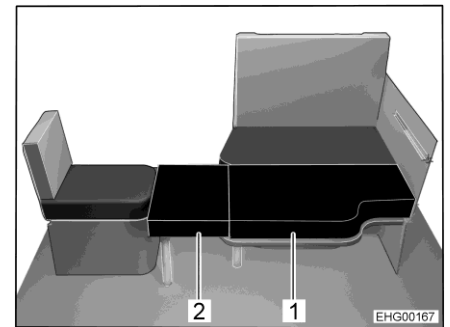
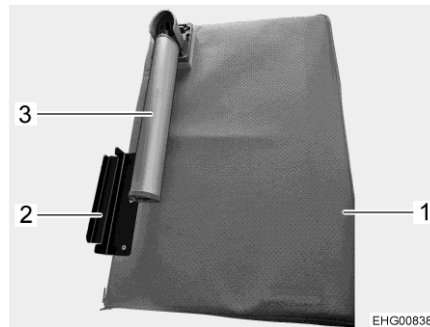

Fig. 129 Después de la transformación
Fig. 130 Tabla adicional
- Desplegar la pata de soporte (Fig. 130,3) en la tabla adicional (Fig. 130,1).
- Enganchar el soporte de fijación (Fig. 130,2) de la tabla adicional en el asiento individual y colocar el cojín adicional (Fig. 129,2) en el tablero de la mesa.
- Colocar el segundo cojín adicional (Fig. 129,1) sobre la tablero de la mesa.